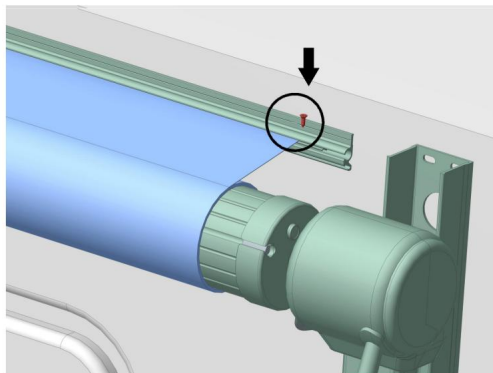

Figura D25
6.3 Inserte el tornillo de fijación B (Figura D25) en ambos lados del inserto de tela para evitar que la tela del parabol se mueva. Preste atención a apretar moderadamente la tela del parabol al insertar el tornillo de fijación para garantizar que quede plana.